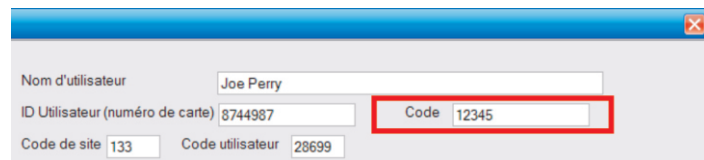

fig.4
6. Accedere al Menu utenti e selezionare l'utente. Nel campo ID utente (numero tessera) scrivere 8744987. Nel campo "Codice chiave" scrivere il codice PIN 12345. Salvare l'utente. fig.4